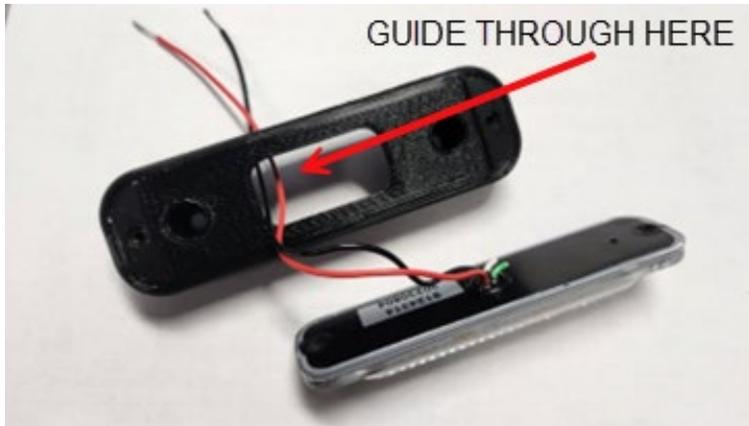

Figure 7: Fils rouge et noir guidés à travers l'adaptateur
8. Guider les fils rouges et noirs du voyant lumineux TWS à travers l'ouverture de l'adaptateur du voyant lumineux TWS. Figure 7.